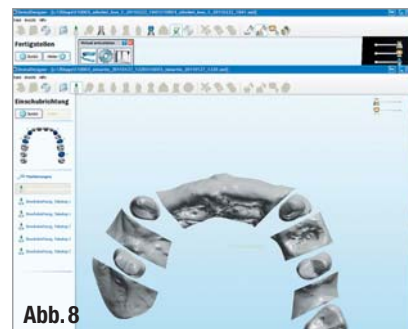
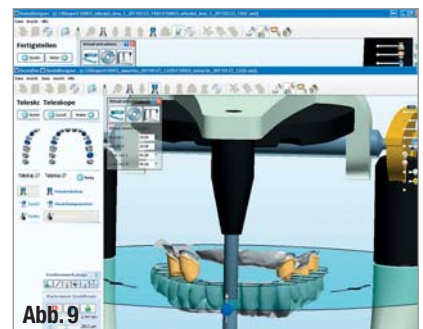

Abb. 8
Abb. 9
Der Datentransfer in die Software DentalDesigner ist dank einer eigenen Importfunktion problemlos über E-Mail, USB-Stick oder CD möglich. Da die beiden Komponenten – Lava C.O.S. und DentalDesigner – von den Unternehmen genauestens aufeinander abgestimmt wurden, ist ein reibungsloser Ablauf bei diesem Schritt sichergestellt. Im DentalDesigner wurden die Primärkronen digital konstruiert. Hierzu erfolgte zunächst die Festlegung der Einschubrichtung (Abb. 8). Danach generierte die Software einen Konstruktionsvorschlag für die fünf Käppchen, der im virtuellen Artikulator noch einmal überprüft wurde (Abb. 9).
- ▲ Abb. 8: Festlegen der Einschubrichtung im DentalDesigner. ▲ Abb. 9: Die Primärkronen im virtuellen Artikulator.